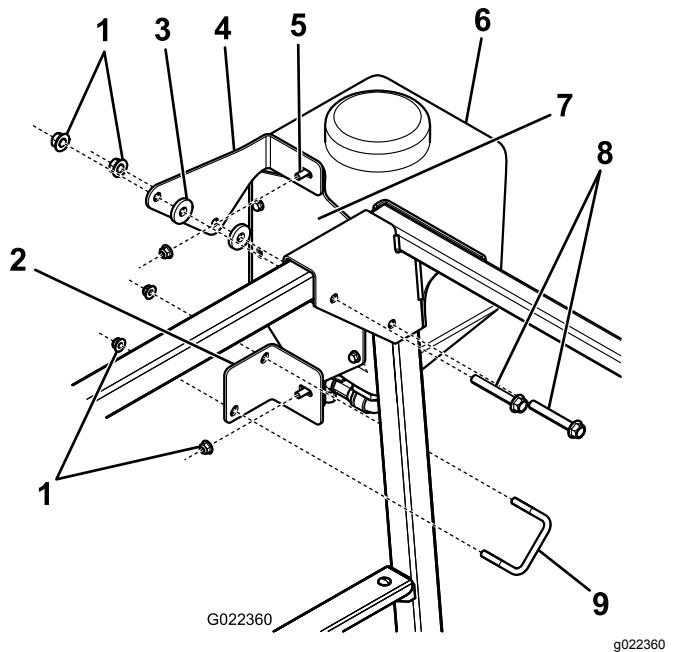

Figura 25
1. Montate i supporti superiore e inferiore del serbatoio d'acqua dolce al serbatoio stesso utilizzando 2 bulloni a testa flangiata e 2 dadi flangiati (Figura 25).
| 2. | Collegate il supporto superiore del serbatoio d'acqua dolce al ROPS utilizzando 2 rondelle, 2 bulloni e i dadi esistenti (Figura 25). | | |
| 3. | Fissate il supporto inferiore del serbatoio d'acqua dolce al ROPS con il bullone a U e 2 dadi flangiati (Figura 25). | | |